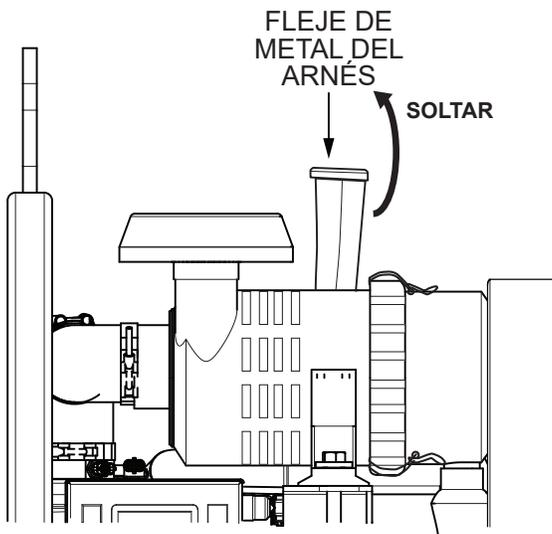

Figura 30. Cómo soltar el fleje de metal del arnés
2. Suelte el fleje de metal del arnés que sujeta el filtro de aire en posición (Figura 30).